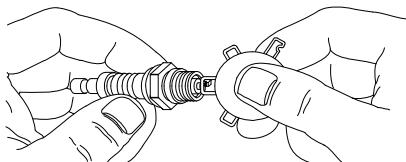

Figura 4-4. Bujía
3. Consulte la **Figura 4-4**. Compruebe la separación entre electrodos con un calibrador de espesor y reajústela con la medida recomendada de 0.70 — 0.80 mm (0.028 — 0.031 pulg.).